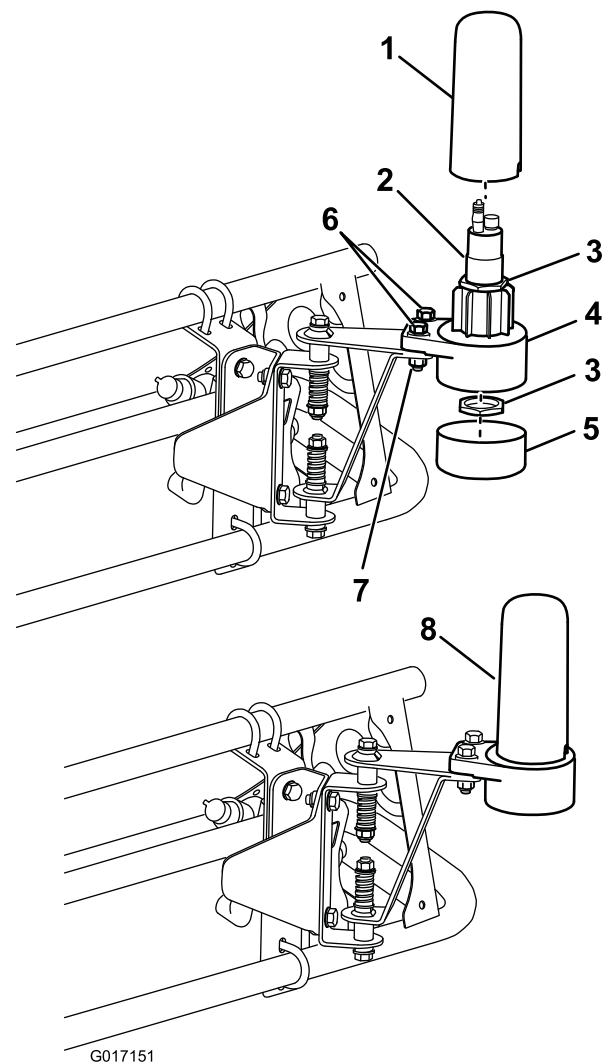

Bild 10
4. Befestigen Sie das untere Sensorgehäuse mit zwei Schrauben (5/16" x 1-1/4") und zwei Sicherungsmuttern (5/16") an den Sensorbefestigen (Bild 10).
6. Setzen Sie den Sensor in das untere Sensorgehäuse ein und befestigen ihn mit den zwei großen Muttern, die dem Sensor beiliegen (Bild 10).
7. Montieren Sie das Abdeckrohr und die Abdeckung (Bild 10).